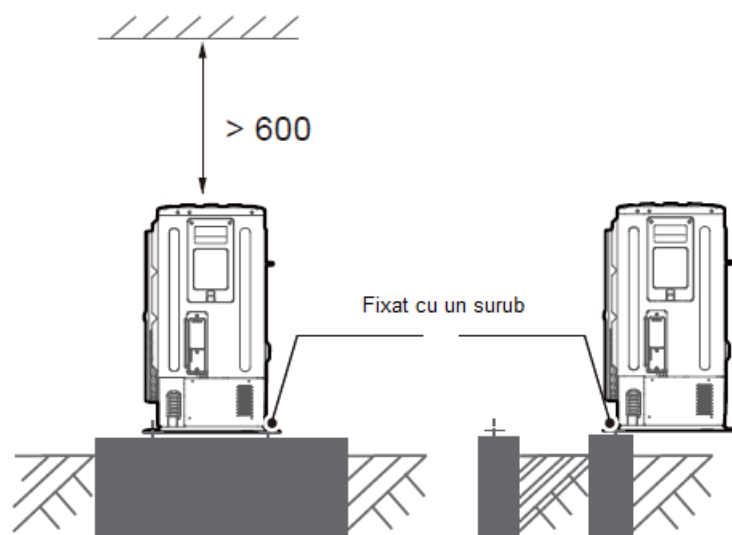

Figura 5-1
- Realizati fundatia din beton in conformitate cu specificatiile unitatilor exterioare (consultati Figura 5-1).
- Fixati bine picioarele acestei unitati cu suruburi pentru a preveni prabusirea acesteia in caz de cutremur sau vânt puternic (consultati Figura 5-1)